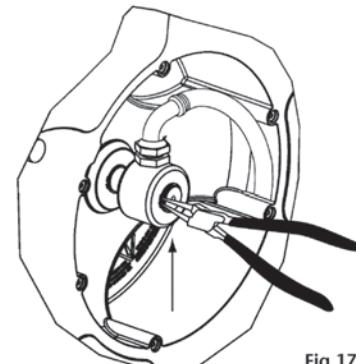

Fig. 17
- Remove the circlip and pull the swivel. Be careful not to damage the swivel O-Ring (fig. 17).
- Quite la arandela de seguridad y tire de la rótula hacia fuera con cuidado de no dañar la junta interior (fig. 17).
- Enlever le circlip et tirez sur la rotule. Attention à ne pas endommager le joint torique intérieur (fig. 17).
- Entfernen Sie den Spannring und entnehmen Sie das Drehgelenk. Vorsicht, beschädigen Sie nicht den O-Ring des Drehgelenks (Fig. 17).